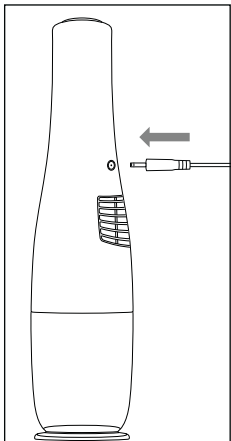

Fig. 1
- ◆ Tilslut strømfor­synin­gens ❶ hulstik ❷ til ladeindgangen ❸ på produktets underside (se fig. 1). Stik strømfor­synin­gens strømstik ❸ ind i stikkontakten. Lade­kon­trøllam­pen ❹ blinker blå, og opladningen starter.